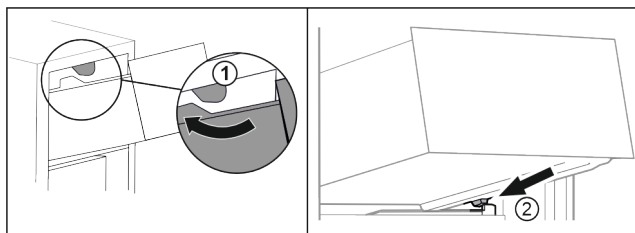

Fig. 101
- Far passare il cassetto sui fermi superiori. Fig. 101 (1)
- Applicare il cassetto inclinandolo dietro i fermi inferiori sulla nervatura del contenitore. Fig. 101 (2)